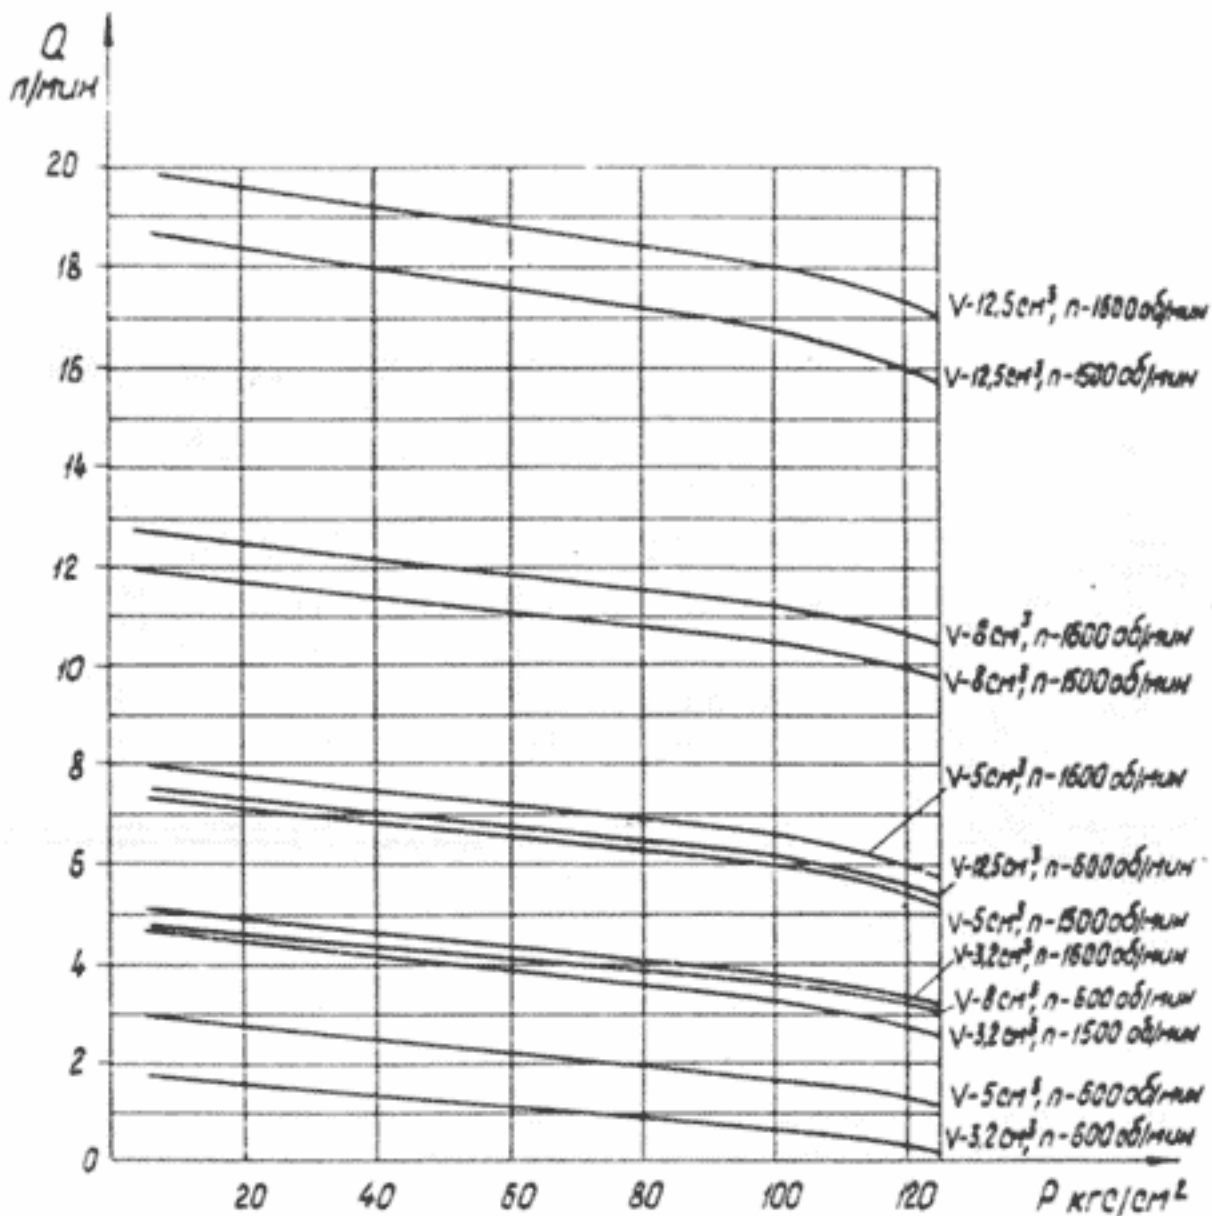

Рис. 3. График зависимости подачи насосов типа БГ12-4 от давления
2.7. Графики функциональных зависимостей насосов приведены на рис. 3, 4.